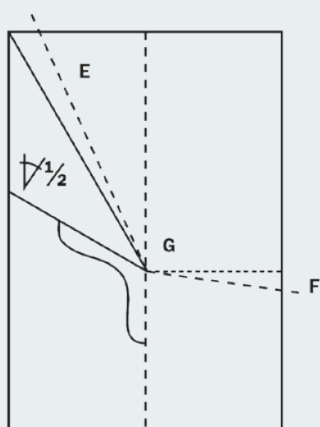

Abb. 7
- 1 Der seitliche Anschluss wird mit einer Quetschfalte so ausgeführt, dass ein sicheres Abfließen des Wassers gewährleistet ist. Die Quetschfalte wird gemäß Abbildung 7 mit dem Klopffholz ausgeführt. Die Kantlinie der Quetschfalte wird leicht versetzt an der Linie E angesetzt. Das seitliche Blech wird mit dem symmetrischen Klopffholz leicht schräg an der Linie F aufgesetzt und mit der Hand aufgekantet. Durch das leicht schräge Ansetzen des symmetrischen Klopffholzes wird eine leicht schräge Aufkantung erzeugt, die ein besseres Abfließen des Wassers ermöglicht.
3 Die Länge des letzten Schichtstücks (Nocke) ist abhängig von der Höhe des firstseitigen Anschlusses (von Punkt G gemessen, Abbildung 7), zuzüglich verbleibender Deckwerkstofflänge plus Profilhöhe. Die Anschlusshöhen ergeben sich aus Tabelle 3.